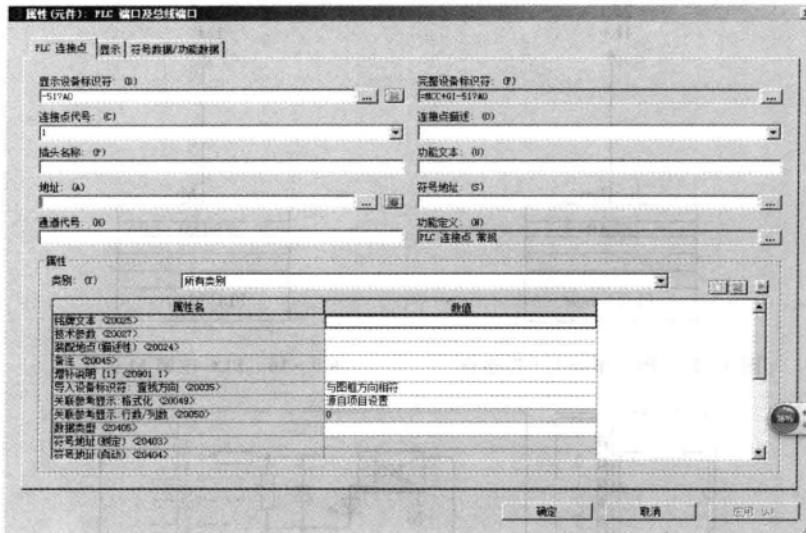

图 9-13 PLC 连接点对话框
- ③ 单击“确定”按钮,“PLC 连接点,I/O,1 连接”符号附着在鼠标上,移动鼠标单击放置位置,弹出“属性(元件): PLC 端口及总线端口”对话框,如图 9-13 所示。
- ④ 在“显示设备标识符”内选择“-50A0”或者填写“-50A0”(如果在 PLC 部件库中编写了对应连接点的功能模板,则此处可以直接选择,本例程示例逐项填写)。
- ⑤ 在“连接点代号”文本框内填写“L+”。
- ⑥ 在“功能定义”文本框内填写“PLC 连接点,PLC 卡电源(+)"。